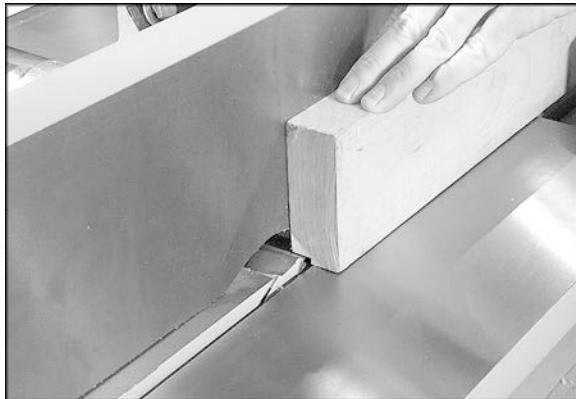

Рис. 22
Шпунт представляет собой канавку, прорезанную вдоль торца заготовки. См. Рис. 22. Ширина и толщина заготовки, предназначеннной для изготовления шпунта, зависит от ширины и длины самого шпунта. Однако, запрещается изготовление шпунта на заготовке длиной менее 300 мм.
4. Подключите станок к источнику питания. Опускайте стол подачи на 0,80 мм за один проход. Продолжайте работу до тех пор, пока не будет получен шпунт нужной глубины. См. Рис. 22. ПРИМЕЧАНИЕ: проще и безопаснее выполнить несколько проходов с малой глубиной резания.